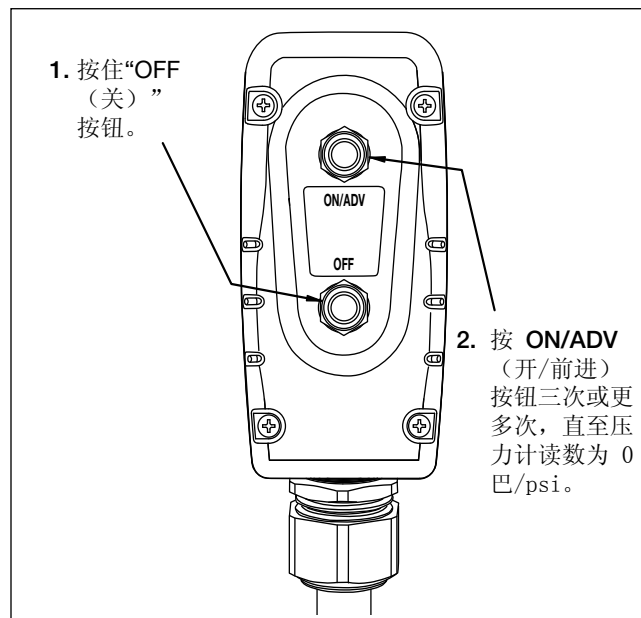

図9: 除圧
- 「OFF」ボタンを押し下げます。図9を参照してください。